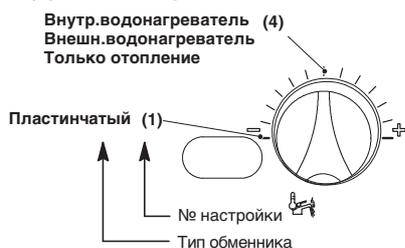

Рис. 31
- 5 Чтобы изменить настройку, поверните регулятор температуры горячего водоснабжения и установите его в **выбранное положение** (на рисунке, например, ручка установлена на **Внутренний водонагреватель**) (Рис. 31).